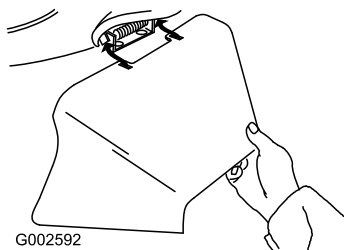

Figura 21
3. Instale el conducto de descarga lateral y cierre la puerta sobre el conducto (Figura 21).